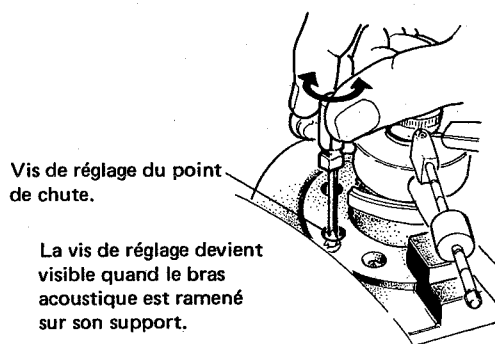

Fig. 19
3. Ramener le bras acoustique sur son support et procéder au réglage en tournant, à l'aide du tournevis accessoire, la vis de réglage du point de chute. (Voir Fig. 19 & 20).